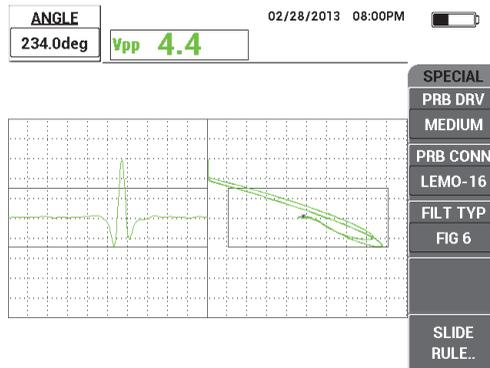

Рис. 5-65 Настройка угла сигнала
6. Нажмите клавишу ANGLE () и настройте угол отрыва преобразователя так, чтобы он был максимально горизонтален и чтобы сигнал риски был направлен вверх (см. Рис. 5-65 на стр. 186).